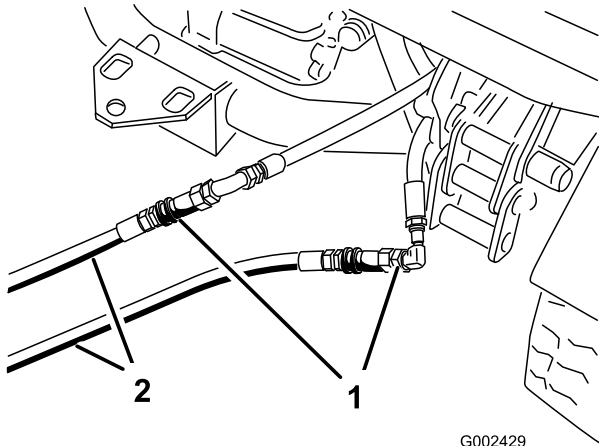

Figura 93
3. No veículo parado, ligue as 2 mangueiras de ligação às mangueiras que foram desligadas (Figura 93).